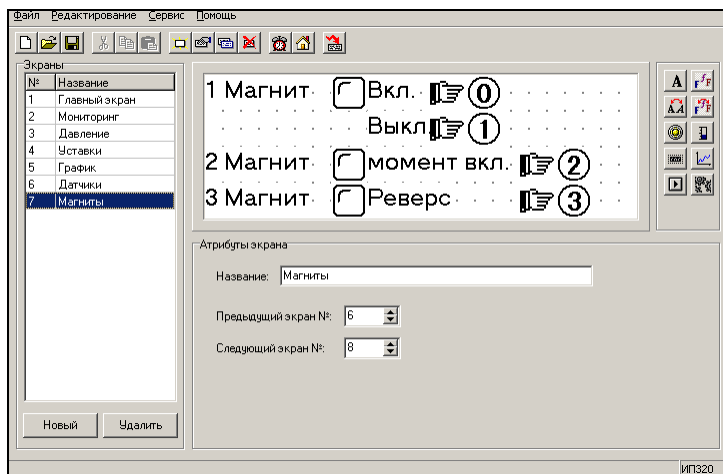

Рис. 7.16. Экран «Магниты»
- 14.1 Создать надписи «1 Магнит», «2 Магнит», «3 Магнит», «Вкл.», «Выкл.», «Момент вкл.», «Реверс» (см. рис. 7.16). Приемы ввода текста описаны в п. 4.3.